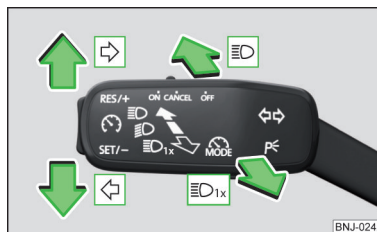

Fig. 55
Pozițiile manetei de operare » fig. 55
- Apăsați maneta până la capăt în poziția sau » fig. 55 la pagina 62.